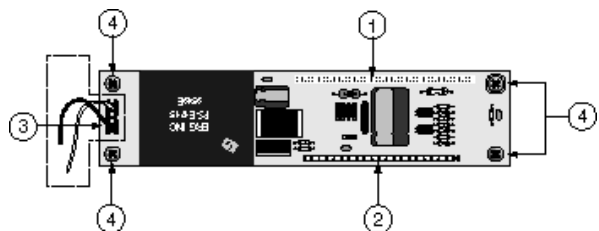

Abb. 3.9.2.1
**ACHUTUNG:** die in Abb. 3.9.2.1 schraffierte Zone zeigt eine Hochspannungszone an(ca. 360 Vac); diese Zone darf auf keinen Fall mit den Fingern oder anderen leitenden Materialien berührt werden.